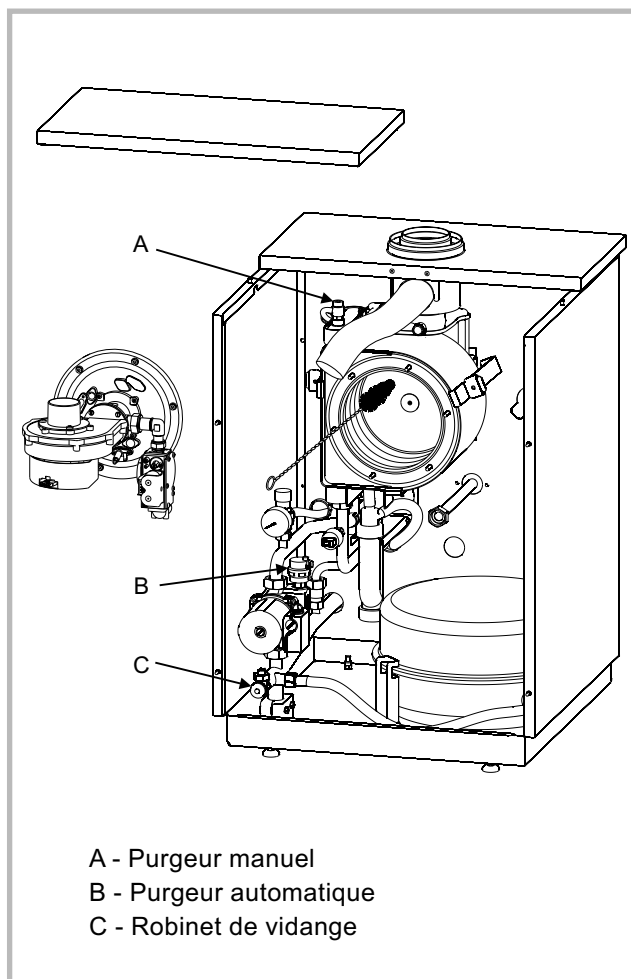

Figure 40 - Accès à la chambre de combustion
(voir figure 40)
- Ouvrir le robinet de vidange de la chaudière (fig. 40, rep. C).
- Ouvrir les purgeurs placés au point le plus haut de l'installation (fig. 40, rep. A).